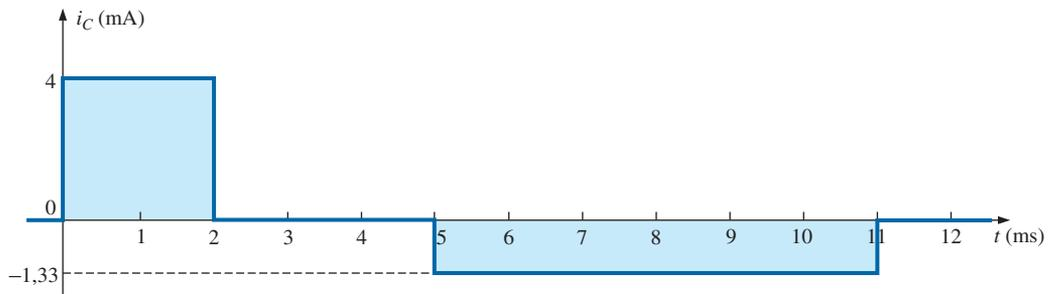

Figura 10.65 Corrente i_C resultante para tensão vista na Figura 10.64.
- d) De 11 ms em diante, a tensão permanece constante em 0 V e $\Delta v = 0$, logo $i_{C_{\text{méd}}} = 0 \text{ mA}$. A forma de onda da corrente média, relativa à tensão especificada, é mostrada na Figura 10.65.